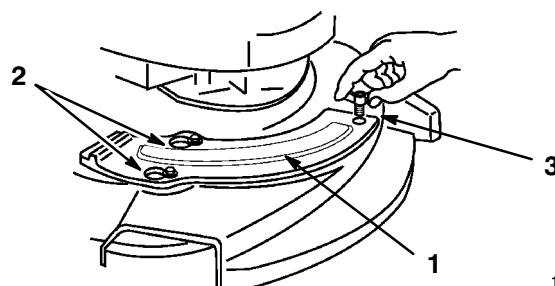

Figure 43
7. Glisser la plaque de paillage sur les boulons à embase (Fig. 43).
9. Fixer la plaque de paillage à l'aide de la vis papillon (Fig. 43).